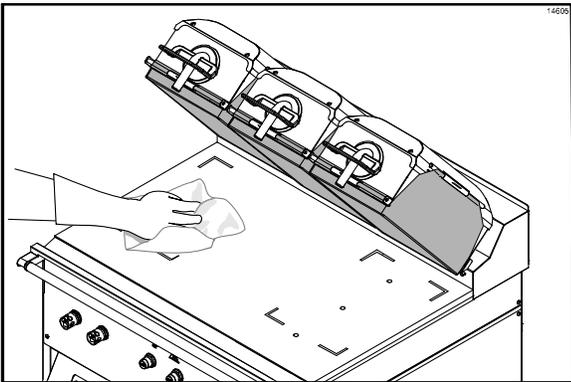

Figura 12
1. Limpie la parrilla con un paño para parrillas mojado con solución desinfectante, a fin de eliminar todos los residuos de la parrilla. (Vea la figura 12.)